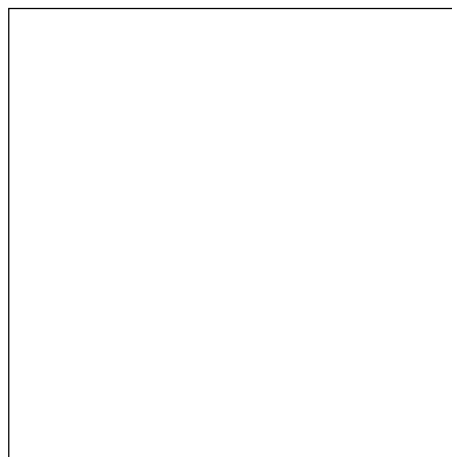
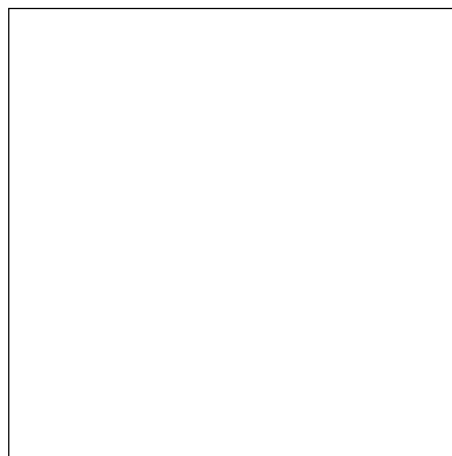

Figure 5 : Support de pare - chocs avec découpe et biseau
Figure 6 : Pièce inférieure du pare chocs avec découpes
- 14.) Découper le support de pare - chocs à côté de la barre à rotule et conformément à la marque ; voir figure 5. Exécuter une découpe pour la boule (ronde) et une découpe pour la prise (ovale) dans la partie inférieure du pare - chocs. Placer la plaque au verso ; voir figure 6.
- 15.) Installer le pare - chocs et, avant de visser, ajuster la hauteur du pare - chocs par rapport à la carrosserie (fente uniforme vers le tablier AR) en mettant éventuellement une clef à six pans creux de 14 sur les douilles de réglage (7) du dispositif de remorquage. Fixer le pare - chocs avec les vis à six pans creux M 10 (ajuster aussi le cas échéant dans le sens de la longueur).